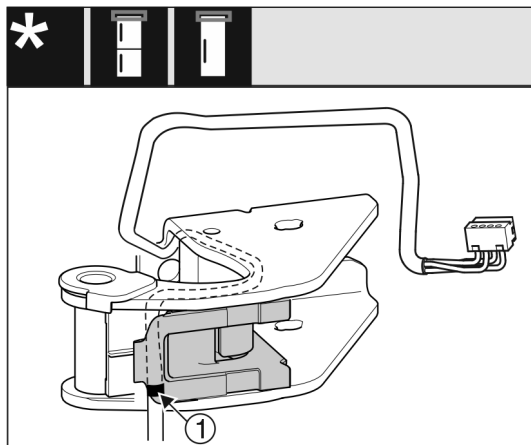

Fig. 19
- ▶ При цьому середнє маркування має знаходитися на краю тримача кабелю Fig. 19 (1).